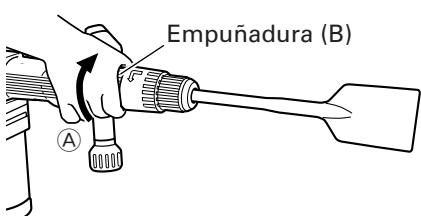

Fig. 5
- (2) Como se muestra en la Fig. 5, si la empuñadura (B) está girada 60 grados en el sentido de ①, la parte de sujeción de la herramienta girará automáticamente 30 grados. Repitiendo esta acción, el ángulo de la cuchilla de la herramienta podrá cambiarse en pasos de 30 grados.